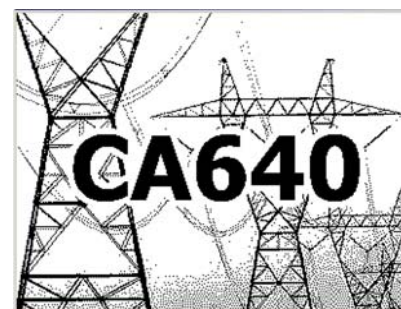
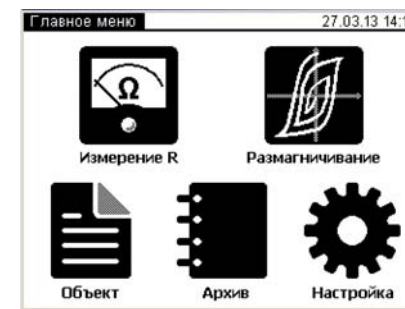

Рисунок 6.3
Рисунок 6.4
2) Установить выключатели "СЕТЬ", размещенные на передней панели Блока измерительного и на БСУ, в положение "I". На экране БУ появится изображение (рисунок 6.3).
3) Перейти в окно "Главное меню", для чего нажать в любом месте экрана БУ (рисунок 6.3). На экране появится окно "Главное меню" (рисунок 6.4).
3) Установить выключатели "СЕТЬ", размещенные на передних панелях Блока измерительного и Блока управления, в положение "I". На экране БУ появится изображение (рисунок 6.3).
4) Перейти в окно "Главное меню", для чего нажать в любом месте экрана БУ (рисунок 6.3). На экране появится окно "Главное меню" (рисунок 6.4)